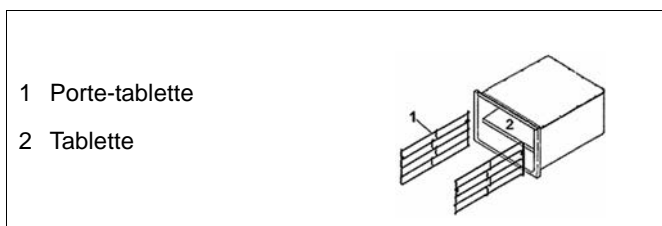

Fig.10 Espace de rangement
- ⇒ Tournez à nouveau la poignée (1/ Fig. 10) dans le sens des aiguilles d'une montre, de la position haute 7 vers la position d'allumage du dispositif d'allumage 1. L'amenée de gaz vers le brûleur principal est interrompue et la flamme principale s'éteint. La flamme du dispositif d'allumage continue de brûler, dans l'attente de l'allumage éventuel du brûleur principal.
⇒ Appuyez légèrement sur la poignée (2/ Fig. 10) et tournez-la dans le sens des aiguilles d'une montre, de la position d'allumage du dispositif d'allumage vers la position d'Arrêt. L'amenée du gaz est interrompue et la flamme s'éteint.
L'espace de rangement (Fig.10) est installé dans la partie inférieure de l'appareil.